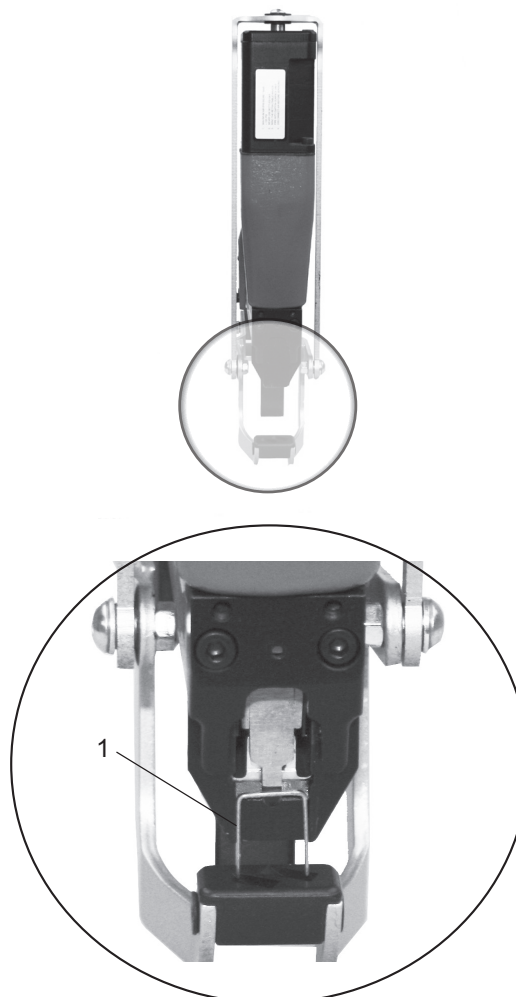

Fig. 10
- Öppna dörren och sätt in en klammer i nosen (Fig.10/1).